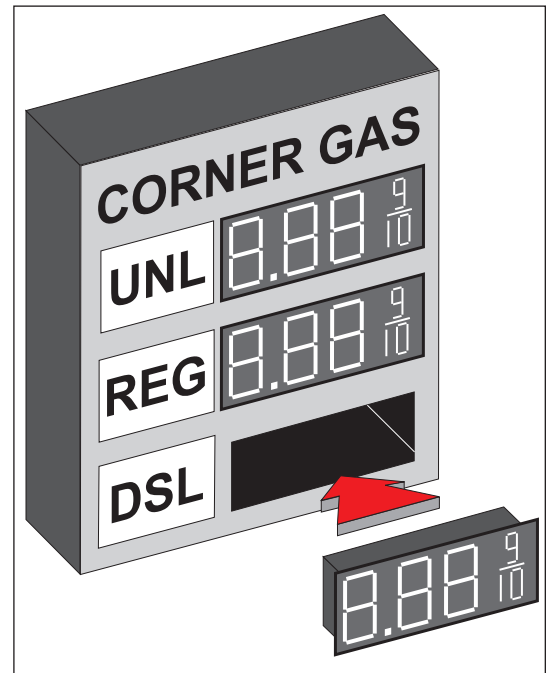

Figure 4: Insertion de l'afficheur dans votre boîtier
1. Levez à la main les afficheurs dans la structure de support. **Figure 4** montre un afficheur en train d'être inséré dans une structure de support.